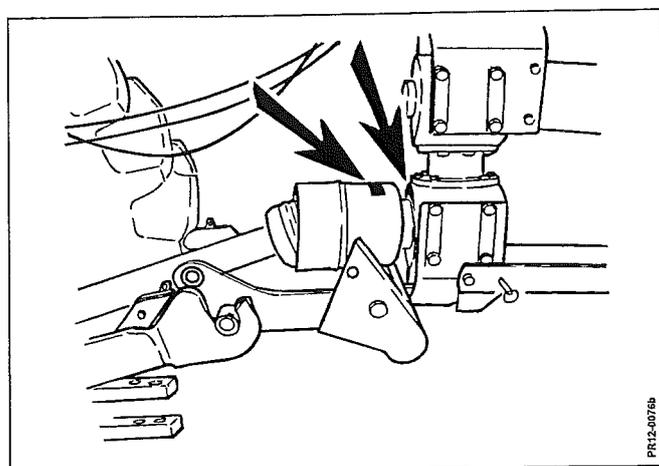

Fig. 2-8
- Fig. 2-8** Maskinen er mærket således, at den aktuelle gearing tydeligt vises på det forreste drejegang og beskyttelsesskærmen ved PIC akslen. (Se evt. mærkning på maskinen side 12 og 13, pos. 13.) Er denne mærkning af en eller anden grund faldet af, kontrolleres gearingen.